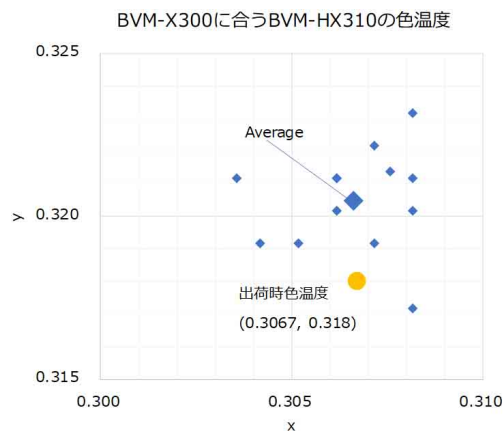

図2 カラーマッチング実験結果
- ・出荷設定のターゲット色温度は、ばらつきの中心にはなく、多くのユーザーにとって適切な設定ではない可能性が高い（図 2 参照）